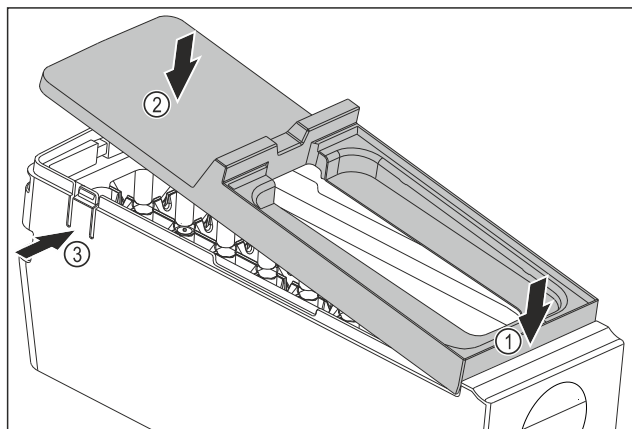

Fig. 146
- Abdeckung des EasyTwist-Ice-Korpus montieren: Abdeckung vorne ansetzen. Fig. 146 (1)
- Abdeckung hinten absenken. Fig. 146 (2)
- Abdeckung rastet hörbar in beiden Laschen Fig. 146 (3) ein.